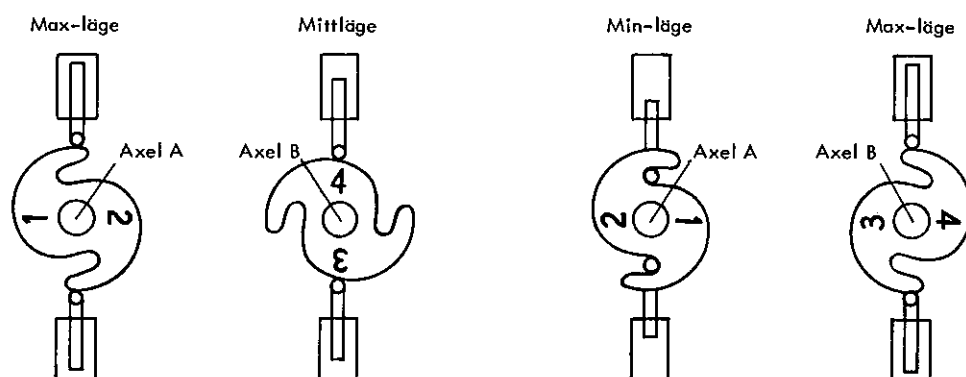

Bild 83. Excenterskivornas lägen
11. Vrid axeln A med excenterskivorna märkta 1—2 och axeln B med excenterskivorna 3—4, så att skivorna intar rätt inbördes läge (bild 83). Skivorna 1—2 skall stå i max-läget, som på samtliga skivor är markerat med början av en avfasning, och skivorna 3 och 4 i mittläget.